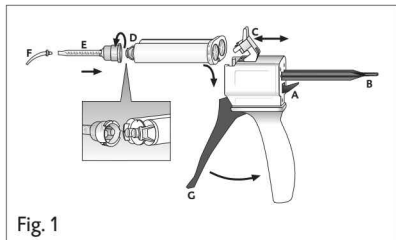

Fig. 1
1. Tryck spaken [fig. 1, pos. A] på baksidan av Automix-Dispenser uppåt och dra tillbaka sliden [fig. 1, pos. B] helt.
2. Fäll upp plastspärren [fig. 1, pos. C], sätt i patronen och lås fast den med plastspärren [fig. 1, pos. C].
1. Vrid patronskyddet [fig. 1, pos. D] eller den använda blandningsspetsen 90° moturs och dra sedan av och släng det.
2. Sätt på en ny blandningsspets [fig. 1, pos. E].
4. Sätt på en ny Intraoral-Tip [fig. 1, pos. F].
- ▶ Tryck på spaken [fig. 1, pos. G] på Automix-Dispenser för att blanda materialet i blandningskanylen och applicera det sedan direkt.
2. Fäll upp plastspärren [fig. 1, pos. C] och avlägsna patronen.